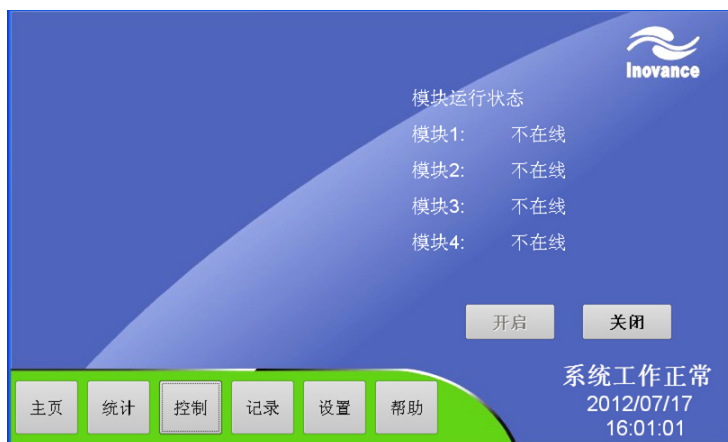

图 7-4 控制页面
- 1) 点击触摸屏下方的控制按钮，输入密码（出厂密码为“空”）进入图 7-4 页面，点击“关闭”→弹出确认窗口→点击“确认”→逆变器停止运行；